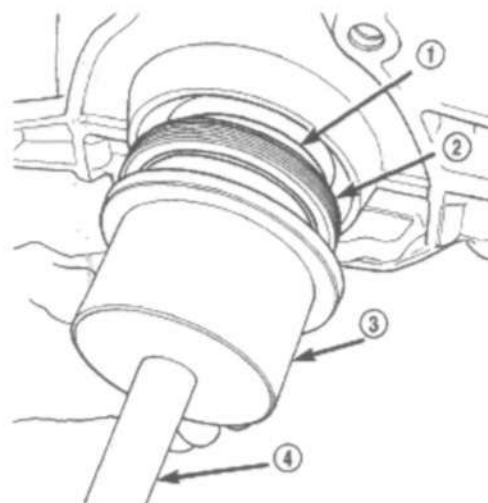
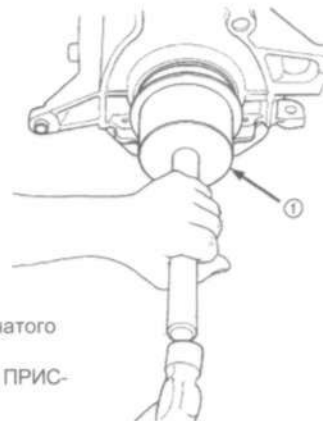

Рис. 59
Рис. 60.
(4) Завести уплотнение в блок при помощи спец. приспособления 6926-2 и ручки С-4171 (Рис.59) так, чтобы уплотнение уперлось в блок (Рис.60).